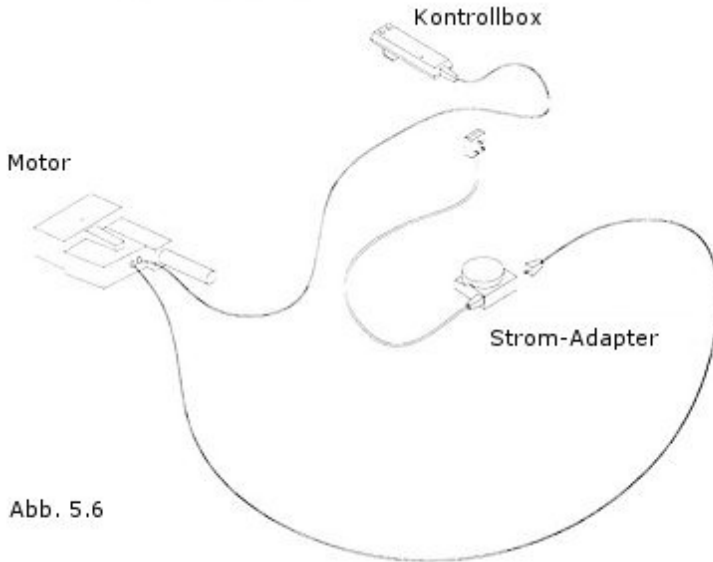

Abb. 5.6
8. Schließen Sie zuletzt den Hauptstecker an (siehe Abb. 5.6).